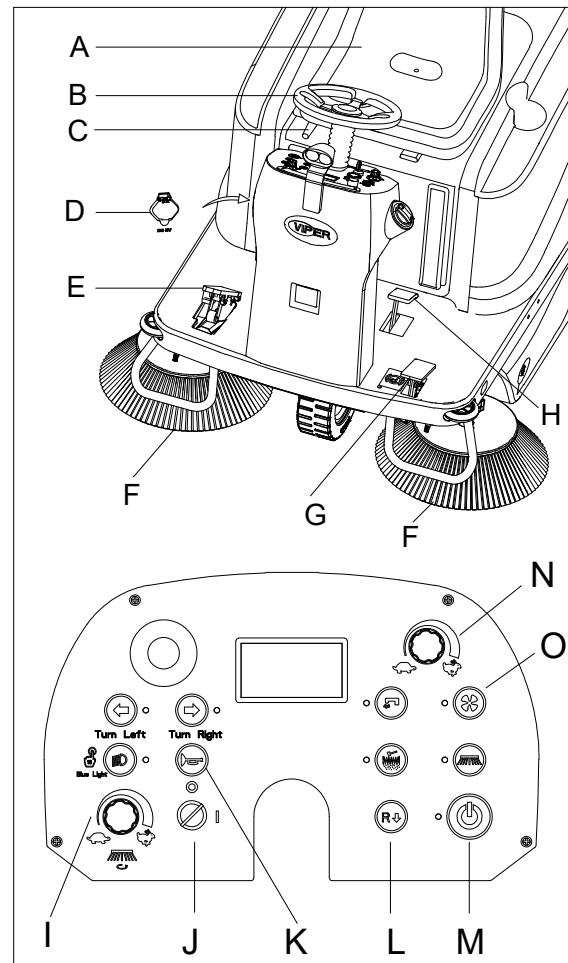

Abb. 10
1. Setzen Sie sich auf den Fahrersitz (A, Abb. 10) und stellen Sie seine Position mit dem Hebel (C, Abb. 10) ein, damit alle Bedienelemente leicht erreichbar sind.
Der Fahrersitz (A, Abb. 10) ist mit einem Sicherheitssensor ausgestattet, der es ermöglicht, die Maschine nur dann zu fahren, wenn sich der Bediener auf dem Fahrersitz befindet.
1. Setzen Sie sich auf den Sitz (A, Abb. 10), stecken Sie den Zündschlüssel (J, Abb. 10) ein und drehen Sie ihn auf „I“.
3. Drücken Sie die Taste für den Sofortstart (M, Abb. 10), um die Maschine zu starten, die Seitenbesen und die Hauptkehrwalze senken sich automatisch auf den Boden ab.
4. Drücken Sie das Gaspedal (E, Abb. 10), fahren Sie die Maschine mit dem Lenkrad (B, Abb. 10) und der Vorwärts-Rückwärts-Taste (L, Abb. 10) vorwärts oder rückwärts. Die Fahrgeschwindigkeit kann über den Geschwindigkeitseinstellknopf (N, Abb. 10) eingestellt werden. Hauptkehrwalze/Seitenbesen und Saugmotor beginnen zu arbeiten.
5. Stellen Sie die Seitenbesengeschwindigkeit auf der Grundlage der Reinigungsanforderungen über den Einstellknopf für die Seitenbesengeschwindigkeit (I, Abb. 10) ein.
6. Über den USB-Ladeanschluss (D, Abb. 10) kann ein Mobiltelefon oder ein Pad aufgeladen werden, wenn der Zündschlüssel (J, Abb. 10) auf „I“ gestellt ist.
7. Drücken Sie die Hupentaste (K, Abb. 10), um Personen bei Bedarf zu warnen.
Die Hauptkehrwalze und die Seitenbesen (F und H, Abb. 10) können auch dann abgesenkt und angehoben werden, wenn sich die Maschine bewegt.
8. Beginnen Sie mit dem Kehren, indem Sie das Lenkrad drehen (B, Abb. 10) und die Maschine mit dem Gaspedal vorwärts fahren (E, Abb. 10).
9. Lassen Sie das Beschleunigungspedal (E, Abb. 10) los, stoppt die Maschine die Bewegung.
10. Drücken Sie erneut die Taste für den Sofortstart (M, Abb. 10), um die Bürsten, den Saugmotor und die Pumpe auszuschalten. Die Hauptkehrwalze und Seitenbesen heben sich automatisch vom Fußboden ab. Das Saugsystem schaltet sich einigen Sekunden Verzögerung ab.
4. Heben Sie für die Aufnahme von leichtem Grobmüll das vordere Wischblatt durch Drücken des Trittpedals (H, Abb. 10) an. Berücksichtigen Sie, dass die Saugfähigkeit der Maschine verringert wird, wenn das vordere Wischblatt angehoben ist.